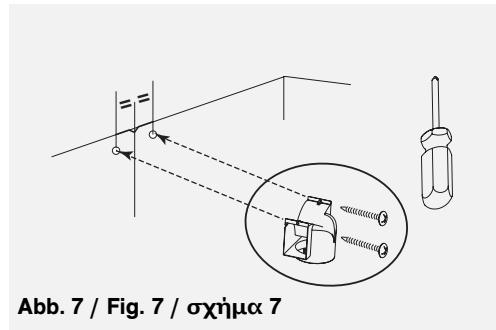

Abb. 7 / Fig. 7 / σχήμα 7
- Fixe contra a parede, apoiado contra o tecto, o deflector plástico dos fumos. Tome cuidado de maneira a centrar o deflector em relação ao traço vertical traçado na parede (**fig. 7**).